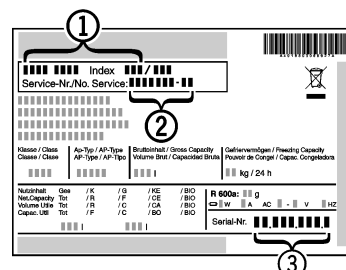

Fig. 9
- Noter la désignation de l'appareil Fig. 9 (1), le n° service Fig. 9 (2) et le n° série Fig. 9 (3) figurant sur la plaque signalétique. La plaque signalétique se trouve à l'intérieur de l'appareil, à gauche.
- Informer le service après-vente et communiquer le dysfonctionnement, la désignation d'appareil *Fig. 9 (1)*, le n° service *Fig. 9 (2)* et le n° série *Fig. 9 (3)*.